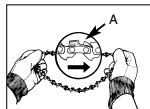

Abb. 4A
1. Întindeți lanțul sub forma unei bucle la care canturile ascuțite (A) să fie orientate ÎN SENSUL ACELOR DE CEASORNIC de jur împrejurul buclei (fig. 4A).
2. Împingeți lanțul pe roata dințată (B) în spatele cuplului (C). Țineți cont că verigile trebuie să fie între dinți (fig.